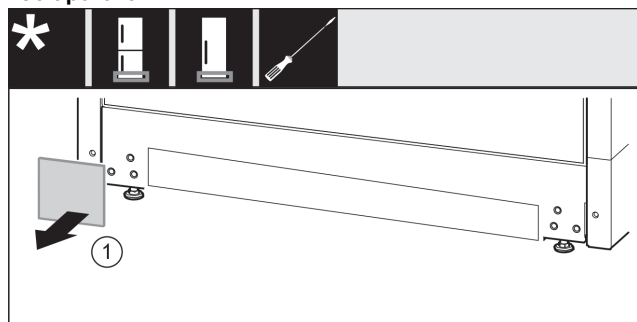

Fig. 11
- ▶ Snemite oblogo. Fig. 11 (1)